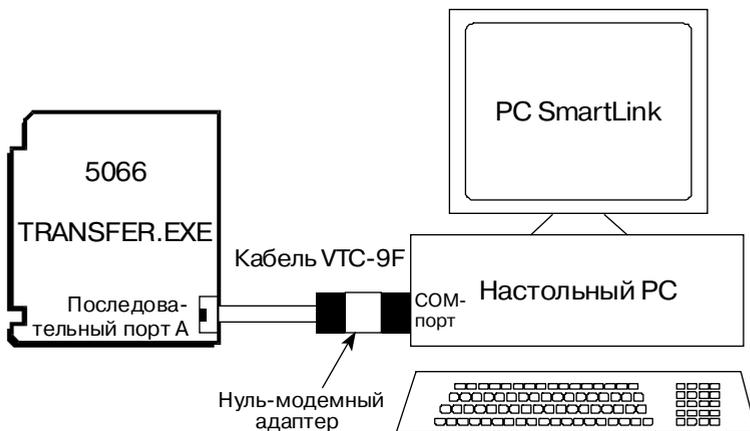

Рис. 10. Загрузка файлов согласно варианту 1
1. Выполните присоединения оборудования и загрузку соответствующего программного обеспечения для каждой системы согласно упрощенной схеме, приведенной на рис. 10.